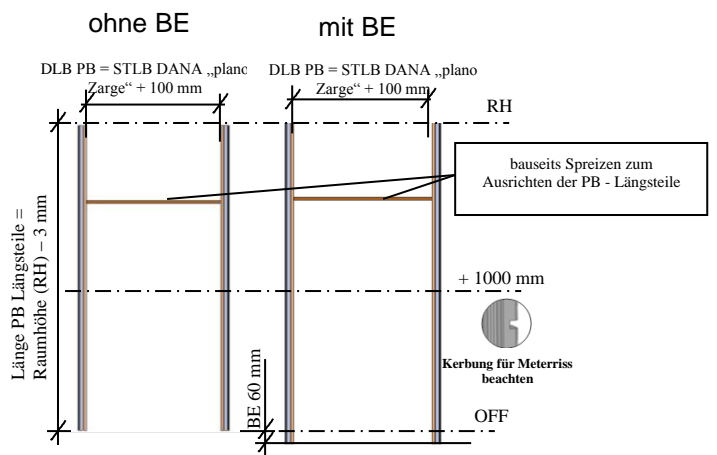

**Bild 2:**
**Abmessungen unbedingt vor dem Einbau kontrollieren (siehe Bild 2)**
(siehe Bild 2)